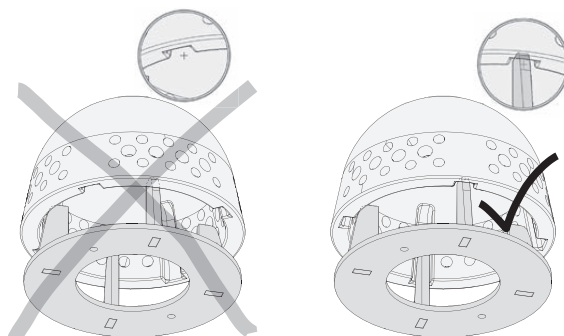

Fig. 44 Primärluftdorn einsetzen
- ▶ Wichtig: Führungsnut muss einrasten – Fig. 44.